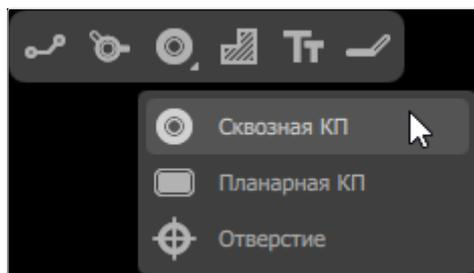

Рисунок 60. Инструменты «Сквозная КП», «Планарная КП» и «Отверстие» на панели инструментов
- 2) В раскрывшемся списке выбрать инструмент «Текст» или «Многострочный текст» (см. рисунок 60).